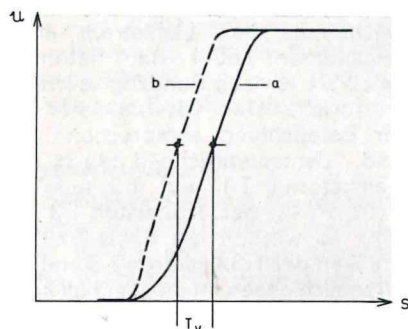

Bild 3 Weg-Spannungsverlauf
- Weg — Spannungsverlauf mit Kondensator (siehe Bild 3).